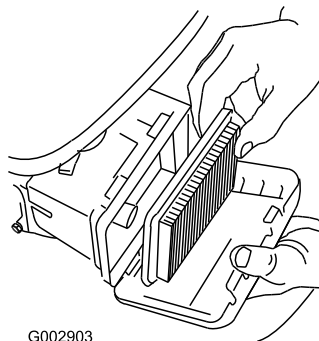

Figura 43
3. Rimuovete il filtro (Figura 43).